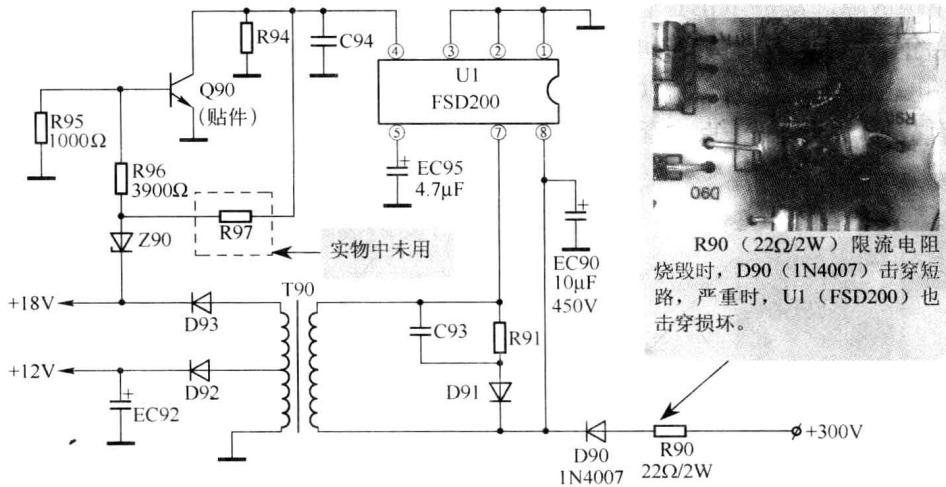
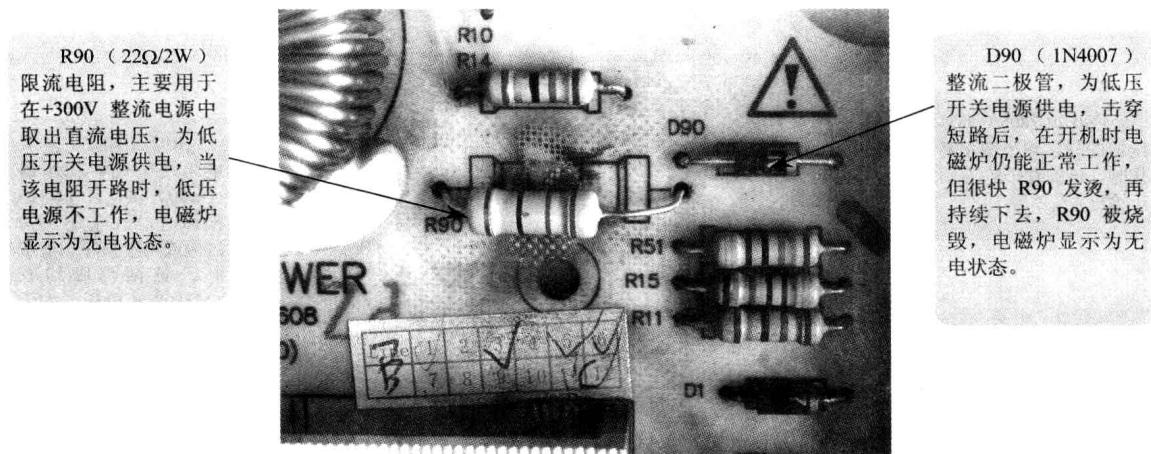
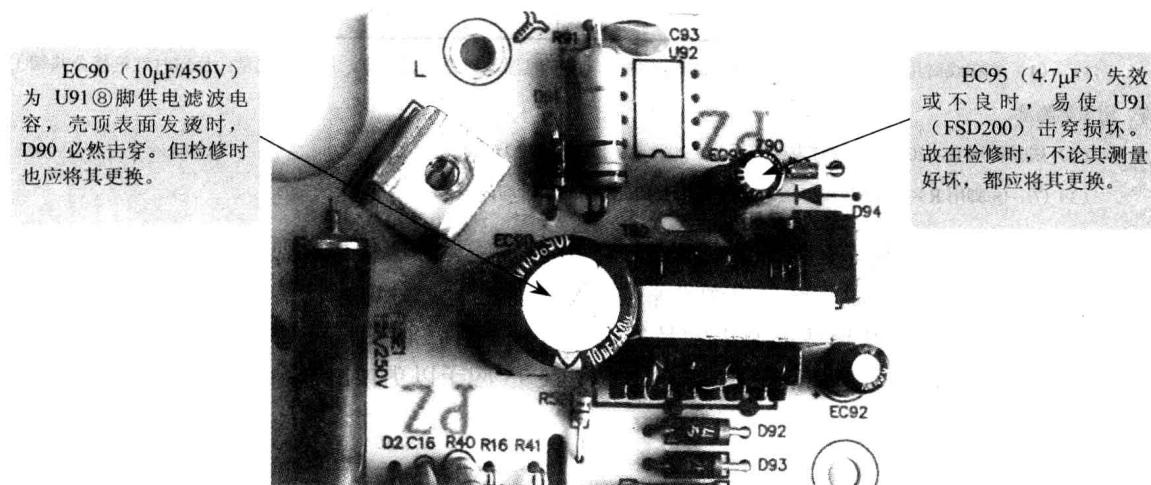
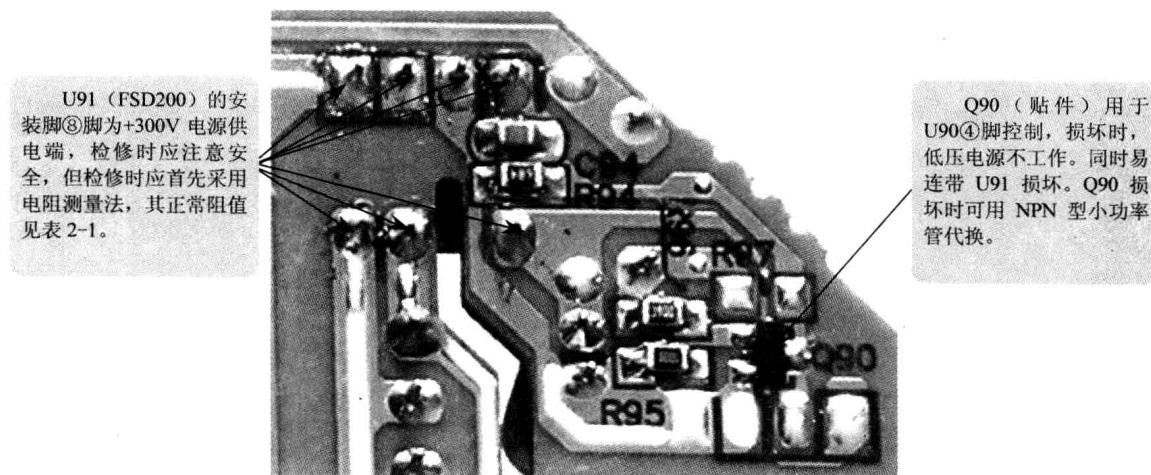

图2-3 低压开关电源电路原理图
图2-4 低压开关电源供电电路实物元器件组装图
图 2-7 低压开关电源元器件实物图
图 2-8 低压开关电源印制板电路图
在TCL王牌TC19T电磁炉中，R90是 $22\Omega/2W$ 限流电阻，主要用于在+300V电压中提取电流，并经D90（1N4007）整流、EC90（ $10\mu F/450V$ ）滤波后为低压电源电路供电，如图2-3所示。
在图2-3中，R90的过流原因主要发生在U1（FSD200）⑦、⑧脚和EC90（ $10\mu F/450V$ ）的两条支路中，但由于在R90更换后，T90及D93、D92有正常输出，且电磁炉又能加热工作，故可以基本断定由U1、T90、Q90等组成的低压电源电路是正常的。这时应重点检查U1⑧脚的供电电路，结果是D90（1N4007）击穿短路，将其更换后，故障被彻底排除，如图2-4所示。
小结：在图2-4中，D90被击穿短路时，通过R90的电流将直接通过EC90（ $10\mu F/450V$ ）到地构成回路，并使EC90的温度升高、外壳发烫，持续下去R90（ $22\Omega/2W$ ）限流电阻很快就会呈焦黑状并炸裂烧断。因此，在该种机型的烧R90限流电阻的故障检修中，必须注意检查更换D90。D90击穿短路时的主要特征是EC90（ $10\mu F/450V$ ）
FSD200 是一种小型电源控制集成电路，在该机中主要与 T90、Q90 等组成低压开关电源电路，见图 2-3，其实物组装如图 2-7 所示，印制电路板线路如图 2-8 所示。在电路正常状态下，FSD200 引脚正、反向电阻值见表 2-1。根据故障现象的特点，检修时应首先采用电阻测量法逐一检查 U91（FSD200）的外围元器件，必要时应将元器件的端脚断开或拆下检查。